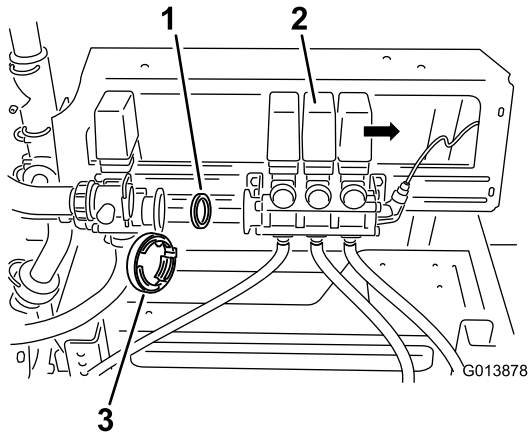

图5
3. 小心将喷洒臂阀门总成移离搅拌阀（图5）。
4. 卸下阀体中的现有垫片（图5）。